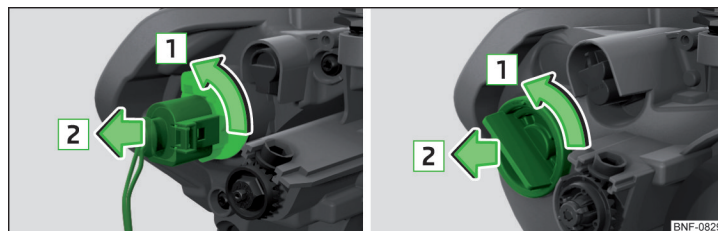

Fig. 175 Udskiftning af pære til blinklys foran: Type 1 / Type 2
- › Drej fatningen med pæren helt i pilens retning **1** » Fig. 175.